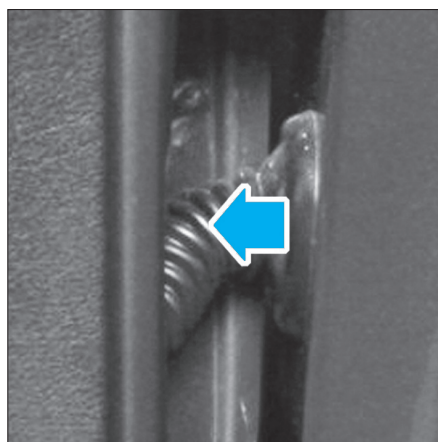

Fig. 60
- Ecarter la porte, puis débrancher le connecteur alimentant la porte (Fig.60).